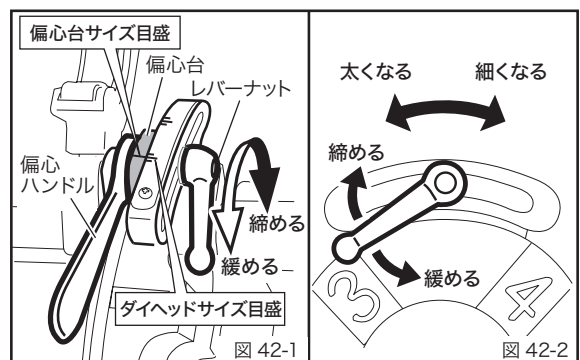

図 42-2
- ②レバーナットは手でしっかり締めるだけで充分です。ハンマー等で叩き締める必要はありません。
- ③太め、細めのねじを切るには、偏心台の目盛をサイズ目盛の線より手前にずらして合わせると太く、反対に向側にずらして合わせると細く切れます。(図 42-2)